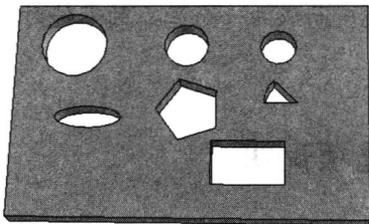

图 1-20 绘制孔类长方体
**Step13** 绘制孔类长方体。从“图素”设计元素库中拖入“孔类长方体”元素，放置于厚板的合适位置；右击包围盒的任意一个手柄，在弹出的快捷菜单中选择“编辑包围盒”选项，弹出“编辑包围盒”对话框；设置“长度”为 18、“宽度”为 10、“高度”为 5，单击“确定”按钮，得到的孔类长方体如图 1-20 所示。